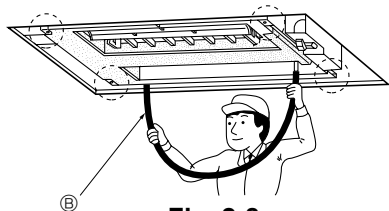

Fig. 2-8
4. Verifique se os quatro cantos estão todos nivelados, usando um nível de bolha de ar ou um tubo de plástico claro com água. (Fig. 2-8)